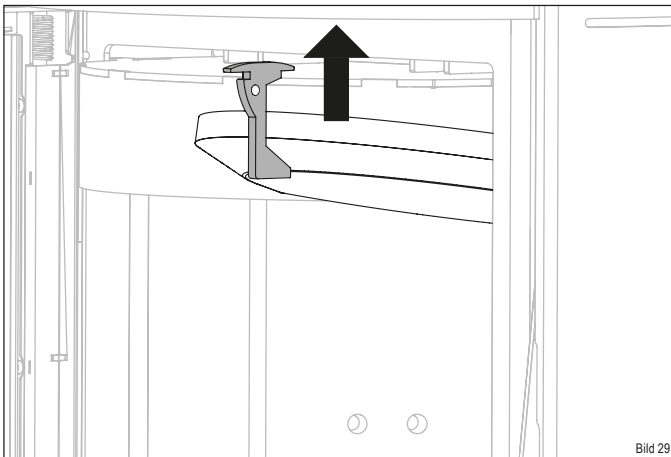

Bild 29
- Schieben Sie den Thermosteinhalter nach oben (Bild 29).